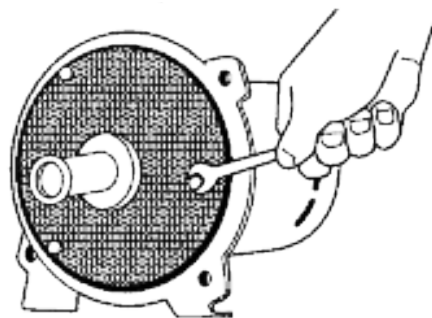

Figure 15 : Retirer le diffuseur
3. Retirez les trois vis d'assemblage qui maintiennent le diffuseur sur la plaque d'étanchéité et retirez le diffuseur. Lors du remplacement du diffuseur, utilisez trois cales d'une épaisseur de 0,010 po également espacées entre l'œil de la impulseur et l'ouverture du diffuseur. Cela permet de centrer le diffuseur et d'éviter le frottement de la impulseur (figure 15).